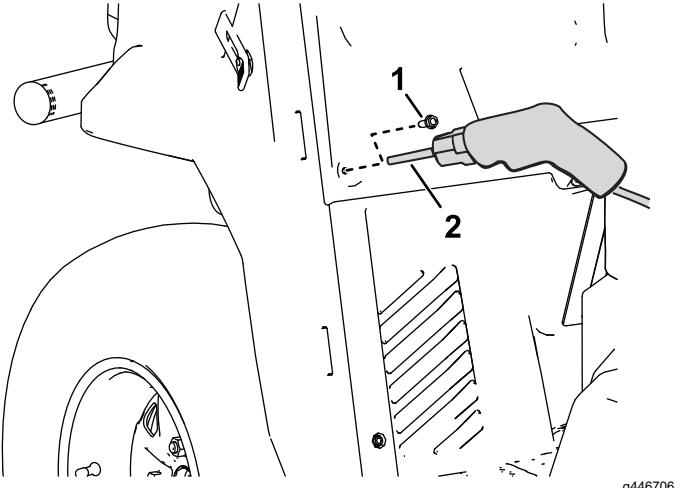

Figure 2
6. Retirez les vis existantes ($\frac{1}{4}'' \times \frac{3}{4}''$) du tube avant du cadre du côté conducteur et du côté passager (Figure 2).
7. Avec un foret de $11/32''$, agrandissez les trous existants dans les deux parois du tube de cadre avant, côté conducteur et côté passager, comme montré à la Figure 2. Si ce trou est déjà percé dans la planche de bord/le cadre de la machine, passez à la procédure suivante.